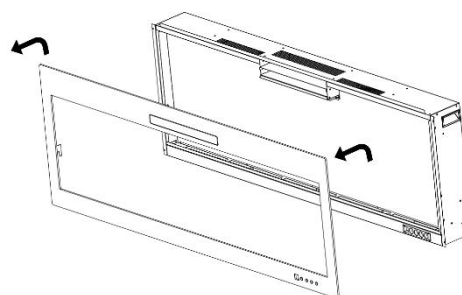

Fig. 2-2
B. Îndepărtați cele două suporturi și puneți-le deoparte. (Fig. 2-2)